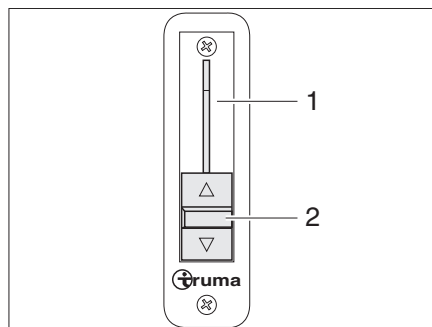

Bild 28 Strangsperr
Der Schieberegler (Bild 28,2) für die Strangsperr (Bild 28,1) befindet sich links außen am Armaturenbrett.
- Hebel (Bild 28,2) ganz nach unten schieben. Die Strangsperr ist geschlossen.